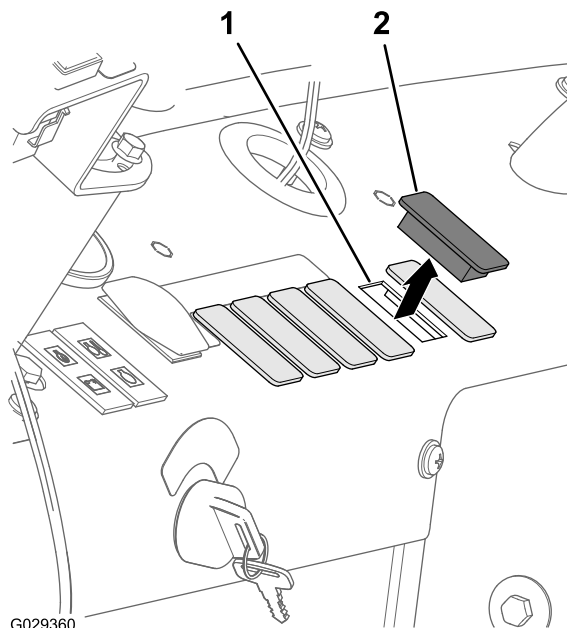
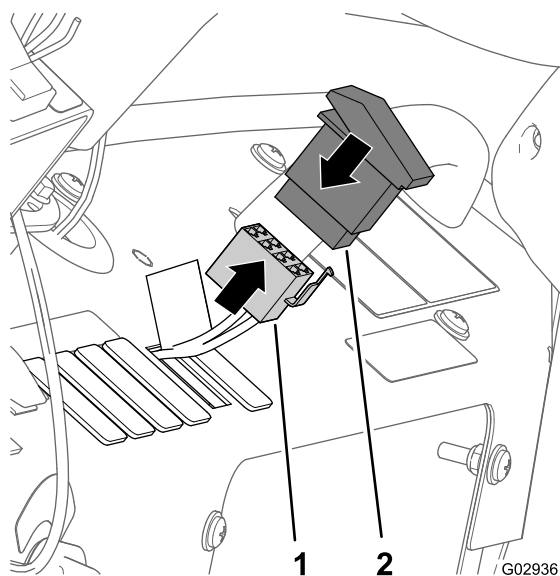

Figure 27
Figure 28
1. Retirez le 5ème obturateur sur le côté droit du tableau de bord de la machine (Figure 27).
2. Passez le connecteur à 8 douilles par l'ouverture dans le tableau de bord et branchez-le (Figure 28) sur les broches situées au dos de l'interrupteur à bascule à 2 positions (interrupteur de COMMANDE DE MOUSSE).
3. Montez l'interrupteur dans le tableau de bord et poussez-le jusqu'à ce qu'il s'enclenche fermement dans l'ouverture (Figure 27 et Figure 28).